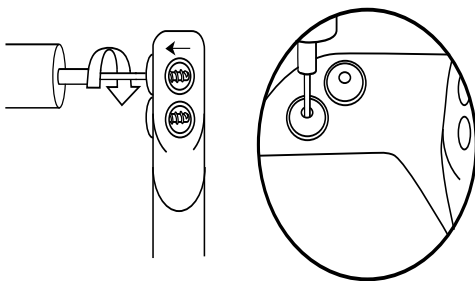
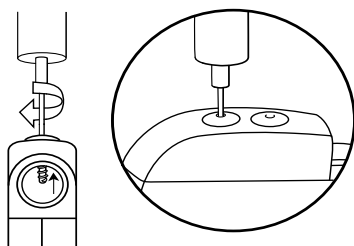

Figure 1.
Figure 2.
1. Insérez la clé dynamométrique/hexagonale dans le passe-fil bissecté comme indiqué dans la Figure 1 et la Figure 2. La clé dynamométrique/hexagonale doit rester dans le passe-fil distal jusqu'à ce que la sonde soit bien insérée. Cela permet d'éliminer « l'effet piston » (difficulté à insérer la sonde en raison de la compression de l'air emmagasiné dans le port du connecteur) en ménageant une sortie pour chasser l'air présent au moment de l'insertion de la sonde. Le joint en caoutchouc du connecteur maintient la clé dynamométrique/hexagonale en place.